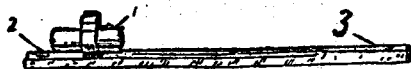

图18 連接鈹
5. 連接鈹 (图18)：上有連接鈹突筍，扣筍和鈹叉，为連接机头和机体之用，并在向后拉开枪机时，控制枪机不滑出枪槽。